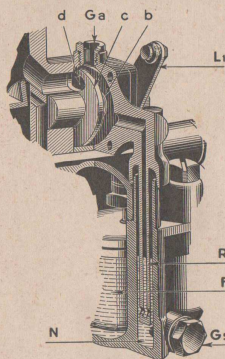

Fig. 26. — Le starter.
Dans ce cas, la mise en circuit et la fermeture du starter s'obtient en faisant tourner une plaque appelée **glace** du starter (c) fig. 26. Cette rotation est commandée par une tirette placée sur la planche de bord et manœuvrable au gré du conducteur. Avec le starter simple, la tirette doit être tirée à fond ou fermée complètement et il ne faut jamais utiliser les positions intermédiaires.
Le starter SOLEX comporte deux éléments de réglages : le gicleur d'essence (Gs) et le gicleur d'air (Ga) (voir fig. 26). Le gicleur d'essence (Gs) alimente une capacité (N) qui est à l'air libre et dans laquelle vient plonger un tube (R). Lorsque le starter est en circuit, la dépression du moteur s'exerce par la chambre (b) et le tube (R) sur la réserve contenue dans la capacité (N), mais elle est sans action sur le débit du gicleur (Gs) qui reste constant.